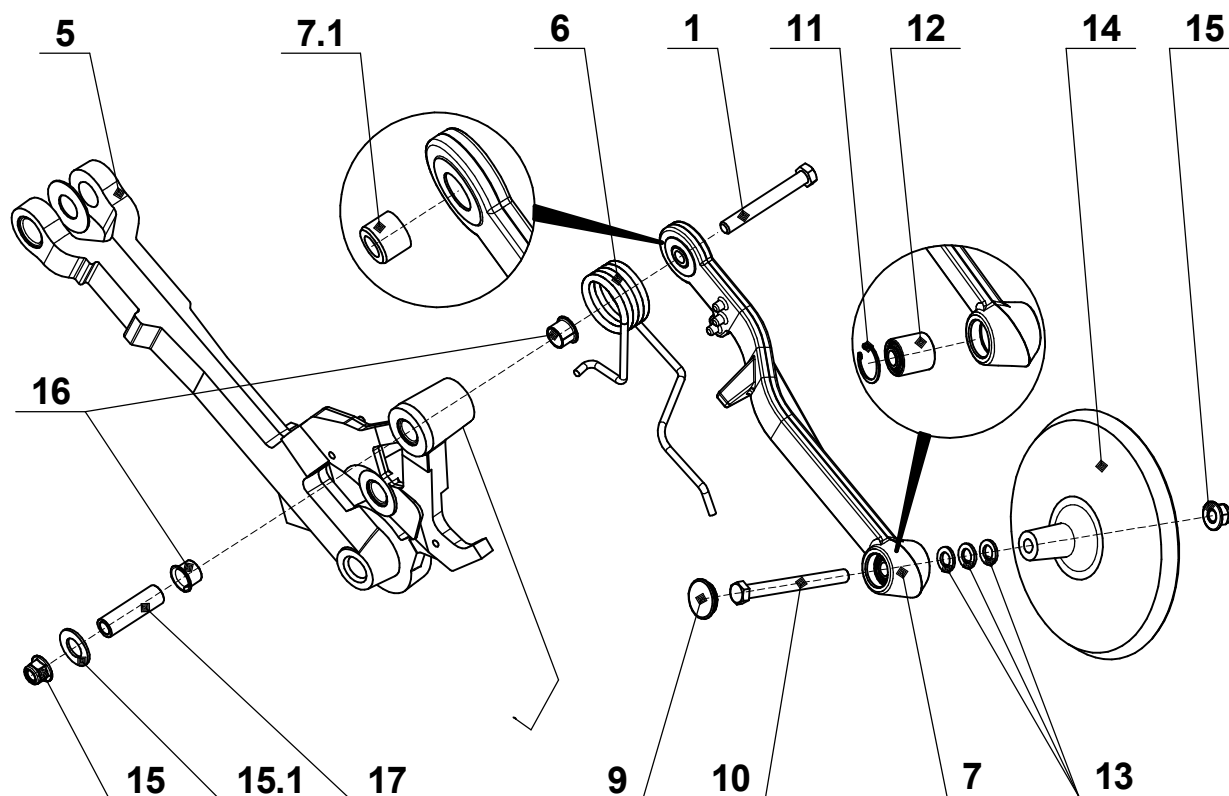

Рис.3.1 - Ремонт узла заделывающего диска посевного комплекса FEAT AGRO серии «N-6000» / «N-7000» / «N-8000» / «N-9000» / «N-10500» / «N-12000».
1. Для снятия узла заделывающего диска и подшипника (поз.12 рис.3.1) с рычага заделывающего диска (рукояти) (поз.7 рис.3.1) снимите крышку подшипника (поз.9 рис.3.1) крепёжный болт (поз.10 рис.3.1) стопорную гайку (поз.15 рис.3.1) и стопорное кольцо (поз.11 рис.3.1).
ПРИМЕЧАНИЕ: Регулирующие шайбы (поз.13 рис.3.1) используются для бокового смещения заделывающего диска (поз.14 рис.3.1)
2. Снимите подшипник (поз.12 рис.3) с рычага заделывающего диска (рукояти) (поз.7 рис.3.1).
ПРИМЕЧАНИЕ: Выполните шаги 7-11 для замены втулок (поз.16 рис.3.1).
11. Установите ранее снятый рычаг заделывающего диска (рукоять) (поз.7 рис.3.1) и крепёжные элементы. Затяните крепёжные детали шарнира согласно таблице 1.8.